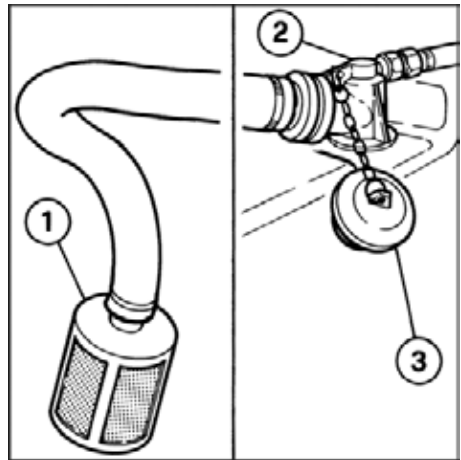

Fig. 17
Se il riempimento viene effettuato con idroeiettore antinquinamento (2 Fig. 17), occorre agire come segue:
- Togliere il tappo dall'imbocco dell'eiettore (3 Fig. 17).
- Disporre l'altra estremità del tubo, su cui è applicato il filtro, che deve essere del tipo antinquinamento (1 Fig. 17), nel canale o nel punto in cui si intende prelevare l'acqua.
Nelle macchine dotate di eiettori antinquinanti (2 Fig. 17) è possibile applicare il tubo aspirapolveri.